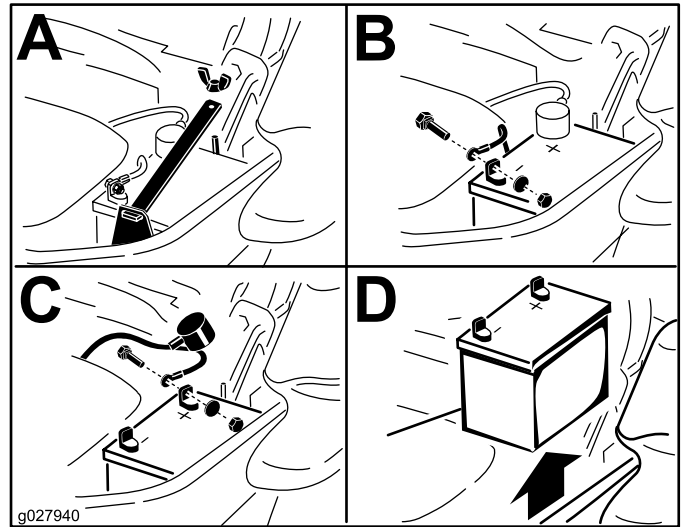

Figure 58
3. Débranchez le câble négatif (noir) de la batterie de la borne négative (-) de la batterie (Figure 58).
4. Enlevez le capuchon rouge de la borne positive (rouge) de la batterie et débranchez le câble positif (+) (Figure 58).
5. Retirez l'écrou à oreilles qui fixe la barrette de maintien de la batterie (Figure 58).
6. Déposez la barrette de maintien (Figure 58).
1. Placez la batterie dans son support en tournant les bornes à l'opposé du réservoir hydraulique (Figure 58).
4. Fixez les câbles avec 2 boulons, 2 rondelles et 2 contre-écrous (Figure 58).
6. Reposez la barrette de maintien et fixez-la avec l'écrou à oreilles (Figure 58).